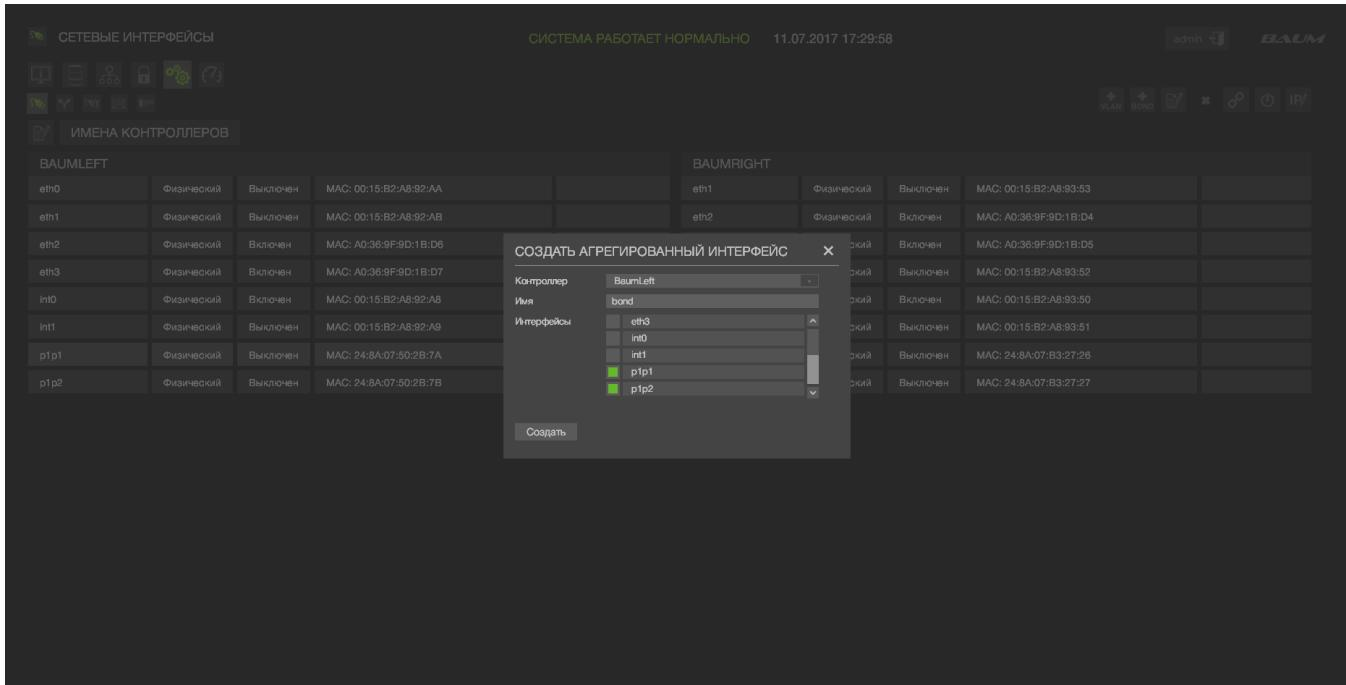

Рисунок 17 – Создание агрегированного канала
- 1) Перейти на вкладку «Настройки» → «Сетевые настройки» (см. Рисунок 17).